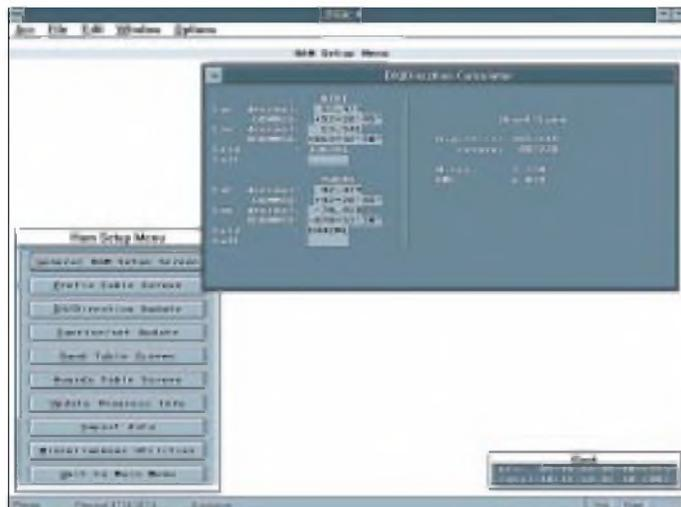

Bild 5: Jederzeit stehen unter „Acc“ noch ein paar Utilities, z. B. Kalender oder diese Entfernungsberechnung zur Verfügung.
Bild 5: Der Programmierer für den „Knopf“. Links die Halterung für die drei Batterien, rechts außen die Halterung für den Knopf. Der Knopf wird unten oder oben eingesteckt, abhängig davon, ob geschrieben oder testweise gelesen wird.
- Der Typ BASIC-Briefmarke „Knopf“ (Bilder 3 und 4) ist der kleinste Computer mit dem Kern der obigen Typen, in SMT (SM-Technology) ausgeführt und ohne die Steckverbindung extrem flach; Abmessungen 19 mm x 18 mm x 10 mm (L x B x H). Die vierzehnpolige Steckverbindung an der Unterseite enthält die elf Steuer- und drei PC-Kontakte. Auch dieser Typ wird auf vorhandene Leiterplatten gesteckt. Für diese BASIC-Briefmarke gibt es einen speziellen Programmierer, siehe Bild 5. Man kann sich auch helfen, indem man die Betriebsspannung über separate Buchsenleisten zuführt und die dreipolige Steckverbindung zum PC herstellt.